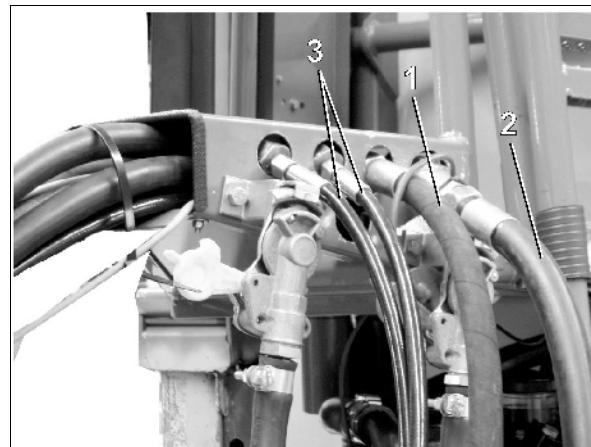

Рис. 21
- Гидравлический шлангопровод (напорная линия Р) (Рис. 21/1) подключен к гидравлическому соединению с устройством управления простого действия.
- Гидравлический шлангопровод (обратная линия N) (Рис. 21/2) подключен к гидравлическому соединению с безнапорной обратной магистралью.
- Гидравлические шлангопроводы (Рис. 21/3) для гидравлической опорной стойки подключаются к устройству управления двойного действия.